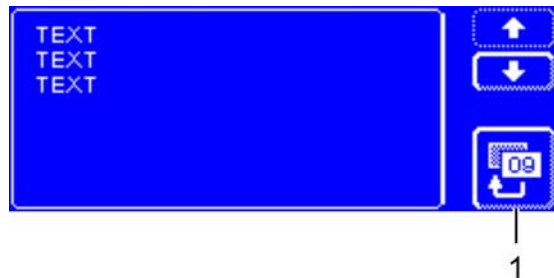

Рис. 09
- ⇒ Откроется экран (рис. 09) с санитарно-гигиеническим дневником.
- Нажмите кнопку возврата (1), чтобы закрыть меню.